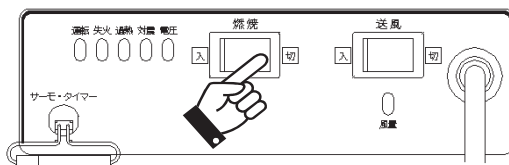

図4-2 消火操作
1. 燃焼スイッチを「切」にしてください（図4-2参照）。燃焼が停止し、約90秒後に送風ファンが自動的に停止し、運転ランプが消灯します。